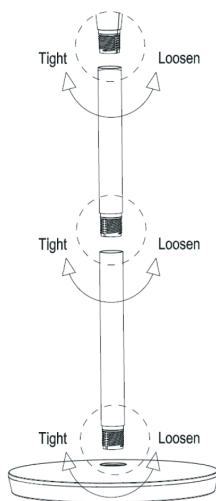

FIGURE 2
2. Alignez la base avec le poteau inférieur, puis connectez-les comme indiqué dans la figure 2, puis fixez-les à l'aide de l'écrou illustré dans la figure 3.
3. Alignez le mât inférieur avec le mât supérieur et la tête du ventilateur, puis fixez-les comme indiqué dans la figure 2.